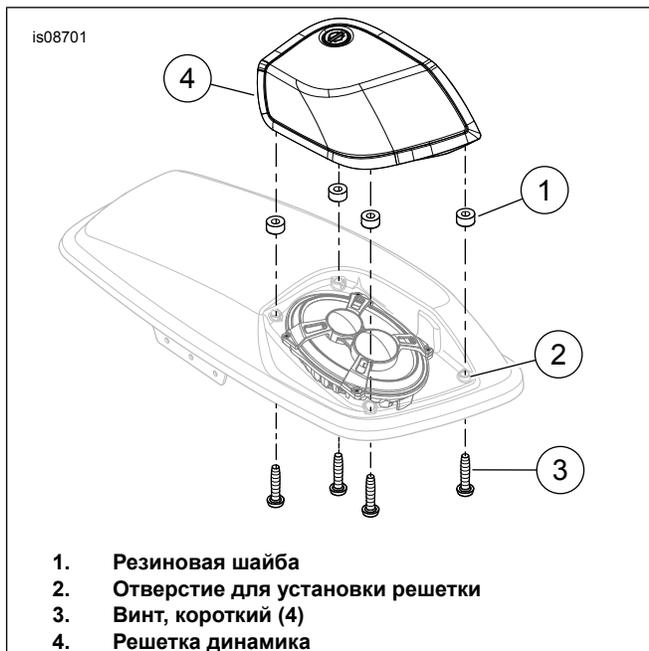

Рисунок 2. Установка решетки
4. См. Рисунок 2. Установите резиновые шайбы (1) в отверстие (2) для установки решетки.
5. Установите решетку динамика (4) над поверхностью динамика.
6. Закрепите с помощью четырех коротких винтов (3). Поочередно затягивайте винты. Затяните.